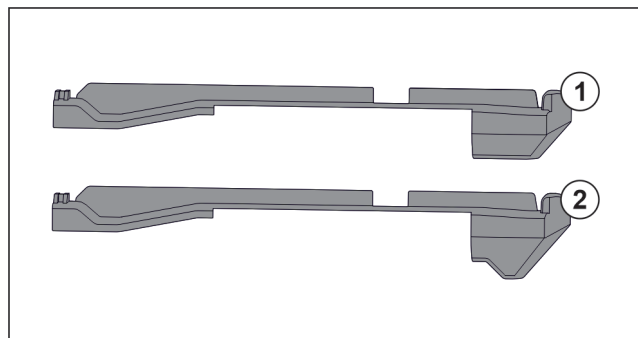

Fig. 147 Confronto degli elementi inseribili
Nell'apparecchiatura si trovano due diversi elementi inseribili. L'elemento inseribile sopra il cassetto più in basso Fig. 147 (2) presenta un bordo triangolare. Tutti gli altri elementi inseribili Fig. 147 (1) dispongono di un bordo diritto.
- ▶ Applicare l'elemento inseribile Fig. 147 (2) con il bordo triangolare sopra il cassetto più in basso.
- ▶ Applicare l'elemento inseribile Fig. 147 (1) con il bordo diritto su tutti gli altri punti.